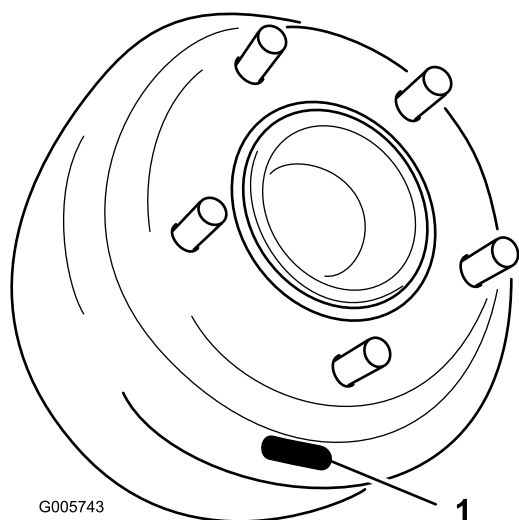
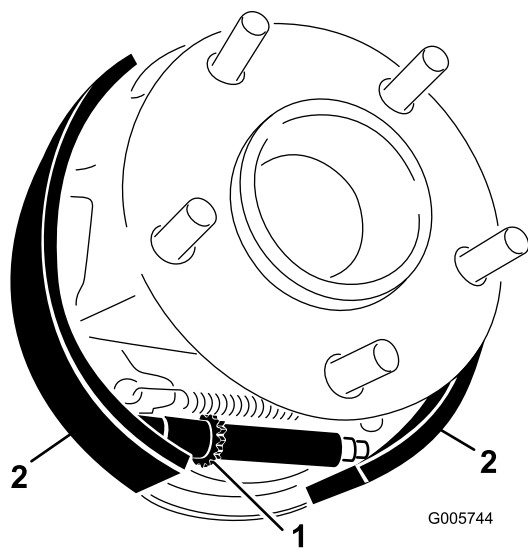

Figura 61
Figura 62
5. Retire las tuercas de la rueda y retire la rueda/neumático del cubo de la rueda. Gire el tambor de freno hasta que la ranura de ajuste esté abajo, centrada sobre la rueda de estrella que ajusta las zapatas de freno (Figura 61).
6. Usando una herramienta para ajuste de frenos o un destornillador, gire la rueda de estrella (Figura 61) hacia abajo hasta que el tambor de freno (Figura 62) se bloquee debido a la presión hacia fuera de las zapatas de freno (Figura 62).